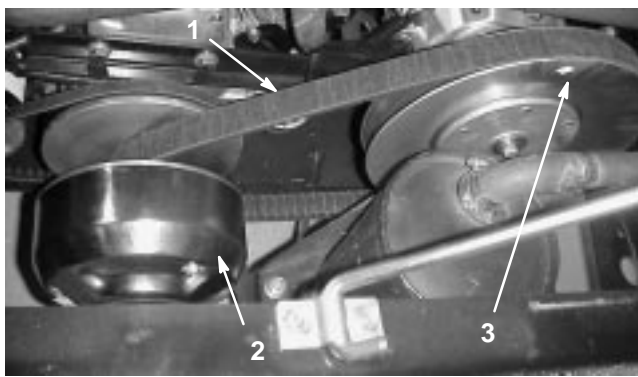

Figure 28
1. Faites tourner la courroie et faites-la passer sur l'embrayage secondaire (Fig. 28).
2. Déposez la courroie de l'embrayage primaire (Fig. 28).